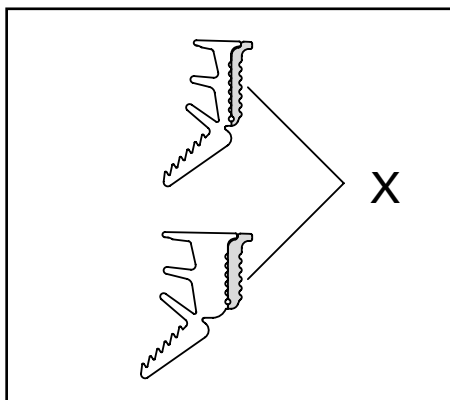

Abb. 25 / Fig. 25 / Fig. 25
- Je nach Fugenbreite Zusatzlappen X vorgängig abreißen (Abb. 25).
- En fonction de la largeur du jeu, découper précédemment la lèvre complémentaire X (Fig. 25).
- Depending on the gap width, tear off additional lip X in advance (Fig. 25).